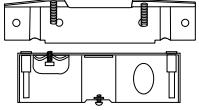

Figure 1
1. Séparer le support de montage latéral du boîtier en retirant les deux écrous d'arrêt d'insert en nylon dans le boîtier (Figure 1).